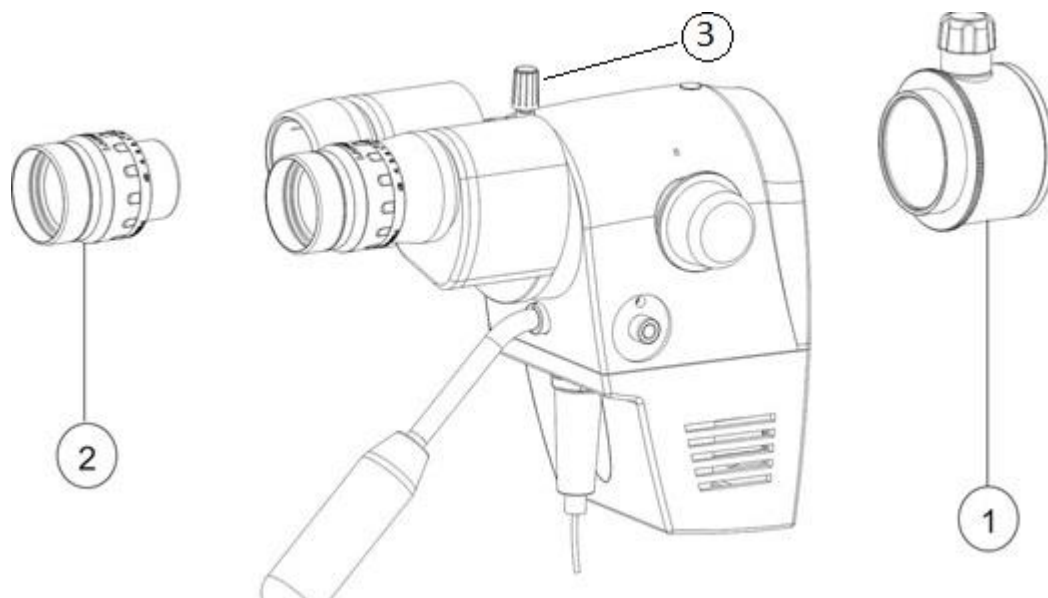

Рис.13
8.9 Замена объективов/окуляров/тубуса бинокулярного. (Рис. 13)